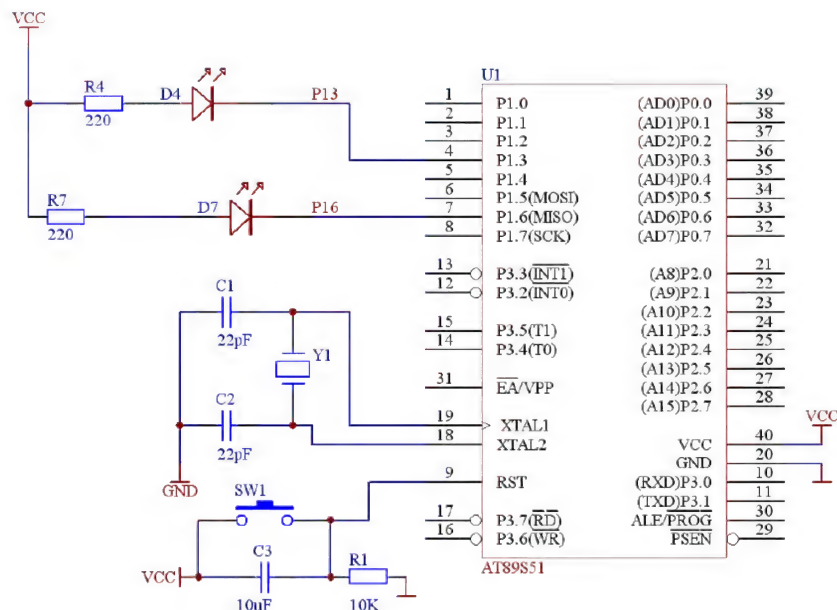

图 5.23 流水花样原理图
2. 实验 5-2 流水花样的流水速度是固定的, 试编程实现不同速度的流水花样。电路原理图仍然可以采用图 5.23 所示的原理图。